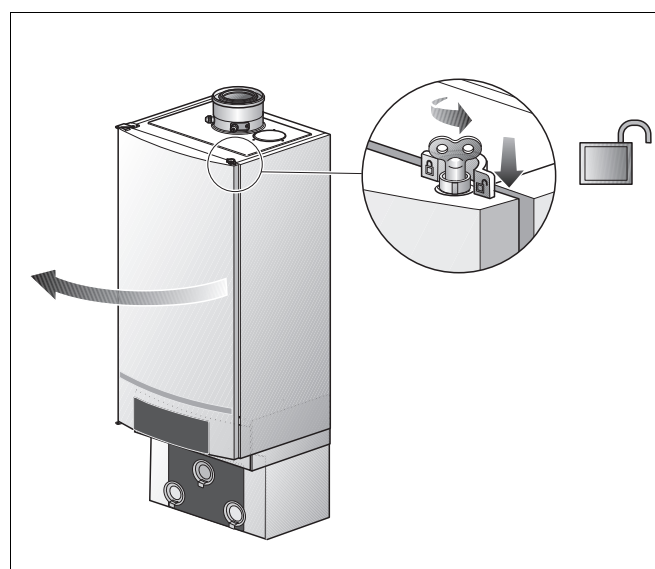

Fig. 24 Openen deur
- Open het slot van de deur, door deze met een ontluchtings sleuteltje een kwart omwenteling linksom te draaien (→ fig. 24, **loep**).
- Druk het slot naar beneden (→ fig. 24) en open de deur.